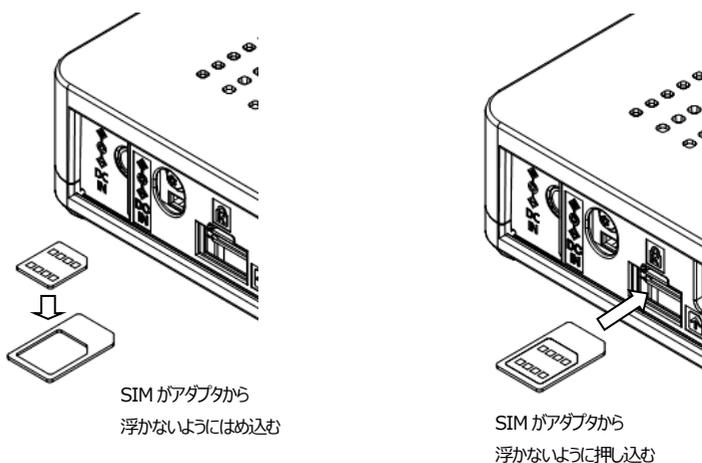

図 9
- ・SIM 用アダプタにマイクロ SIM 及びナノ SIM を図 9 (左) に示す向きにはめ込みます。
- ・SIM カードをはめこんだ SIM 用アダプタを、図 9 (右) に示す向きに奥へ押し込んでください。